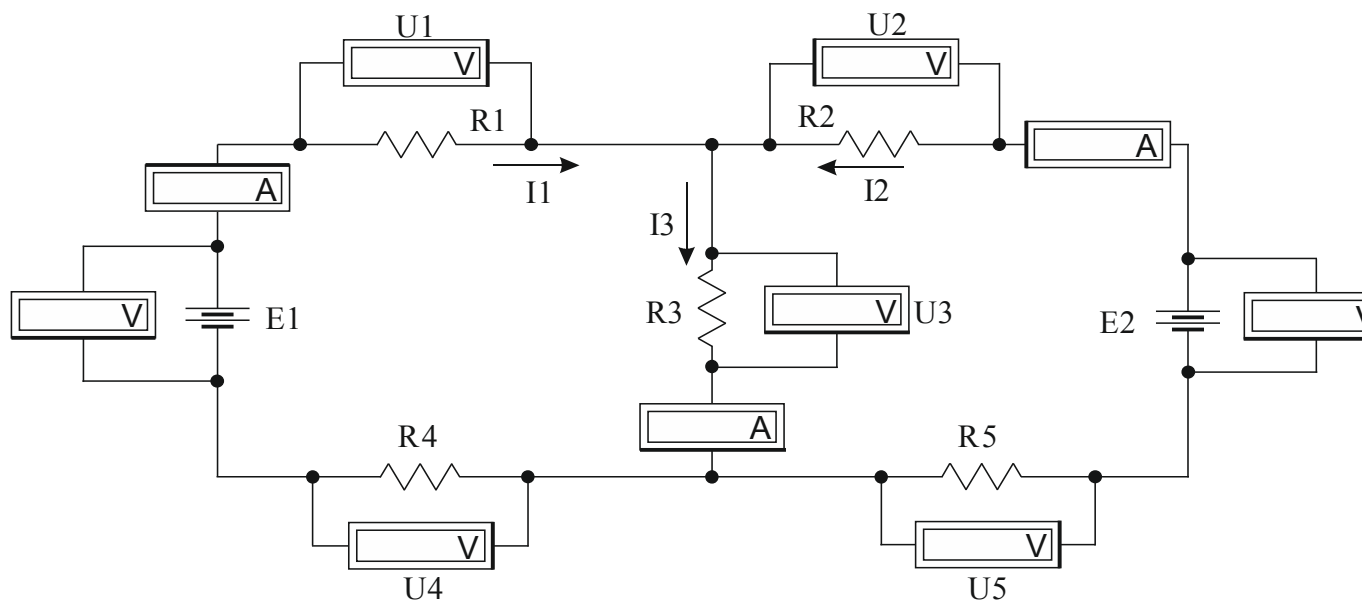

Рис.2.2.
1.3. Подключить измерительные приборы для снятия параметров схемы (рис.2.2)